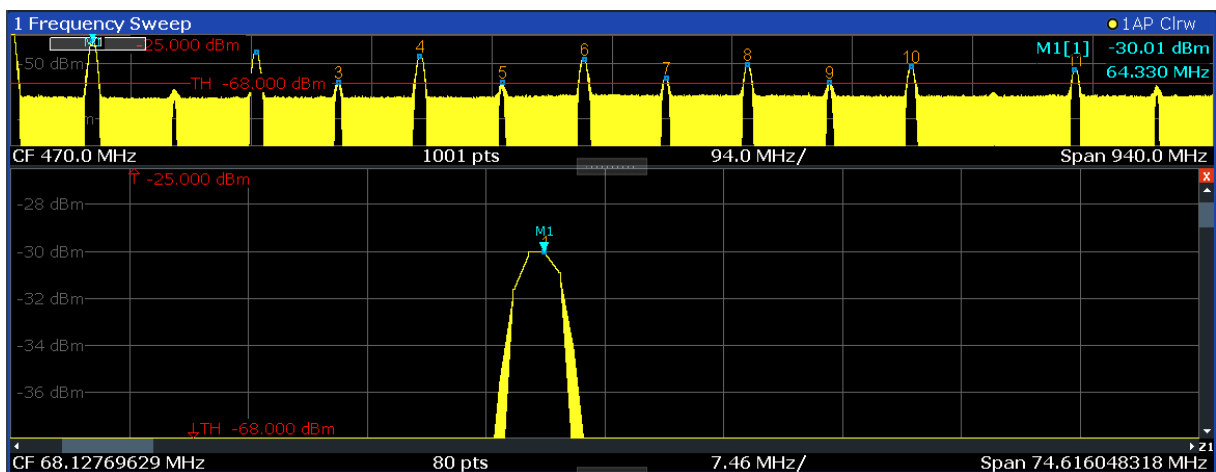

Figura 6-13: Área ampliada alrededor de un pico
3. En la figura 6-13, el pico ampliado se representa con una traza muy gruesa. Esto ocurre porque el número de puntos de barrido es insuficiente. Los puntos de barrido que faltan para poder representar la ampliación se interpolan,